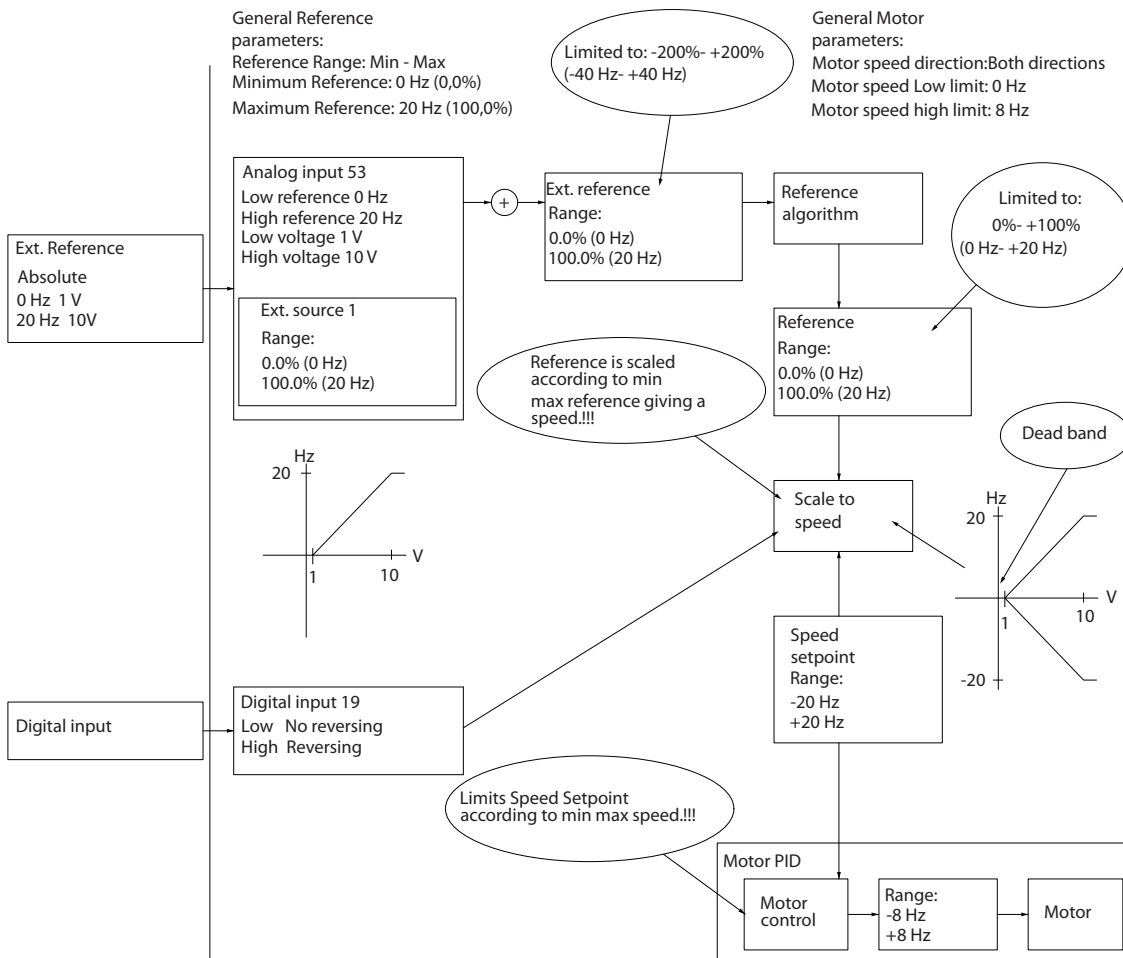

**Рисунок 2.19** Размер зоны нечувствительности
- Значение либо минимального (соответствующий параметр см. в Таблица 2.4), либо максимального задания должно быть равно нулю. Иными словами, P1 или P2 должны находиться на оси X на Рисунок 2.19.
Размер зоны нечувствительности определяется либо точкой P1, либо точкой P2, как показано на Рисунок 2.19.